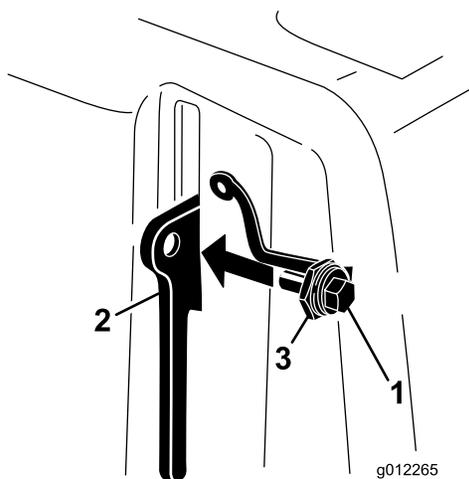

Figura 10
3. Inserite il bullone nella leva del dispositivo di fermo del copricinghia (Figura 10).